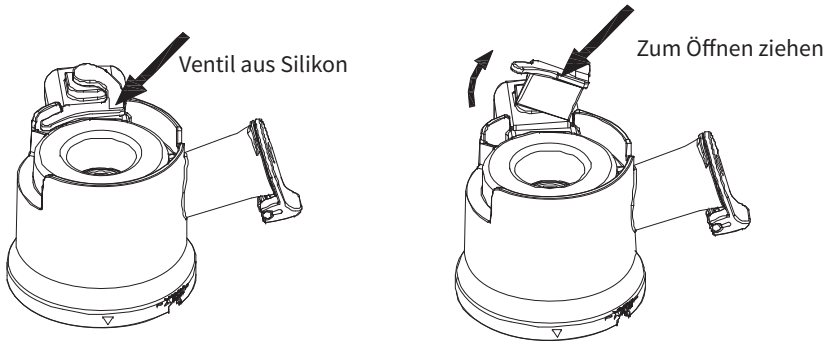

Abb. 11
2. Sollten sich Rückstände in der Öffnung des Fruchtfleischauslaufs befinden, ziehen Sie bitte das Silikonventil wie in (Abb. 11) unten gezeigt heraus und reinigen Sie es unter fließendem Wasser.